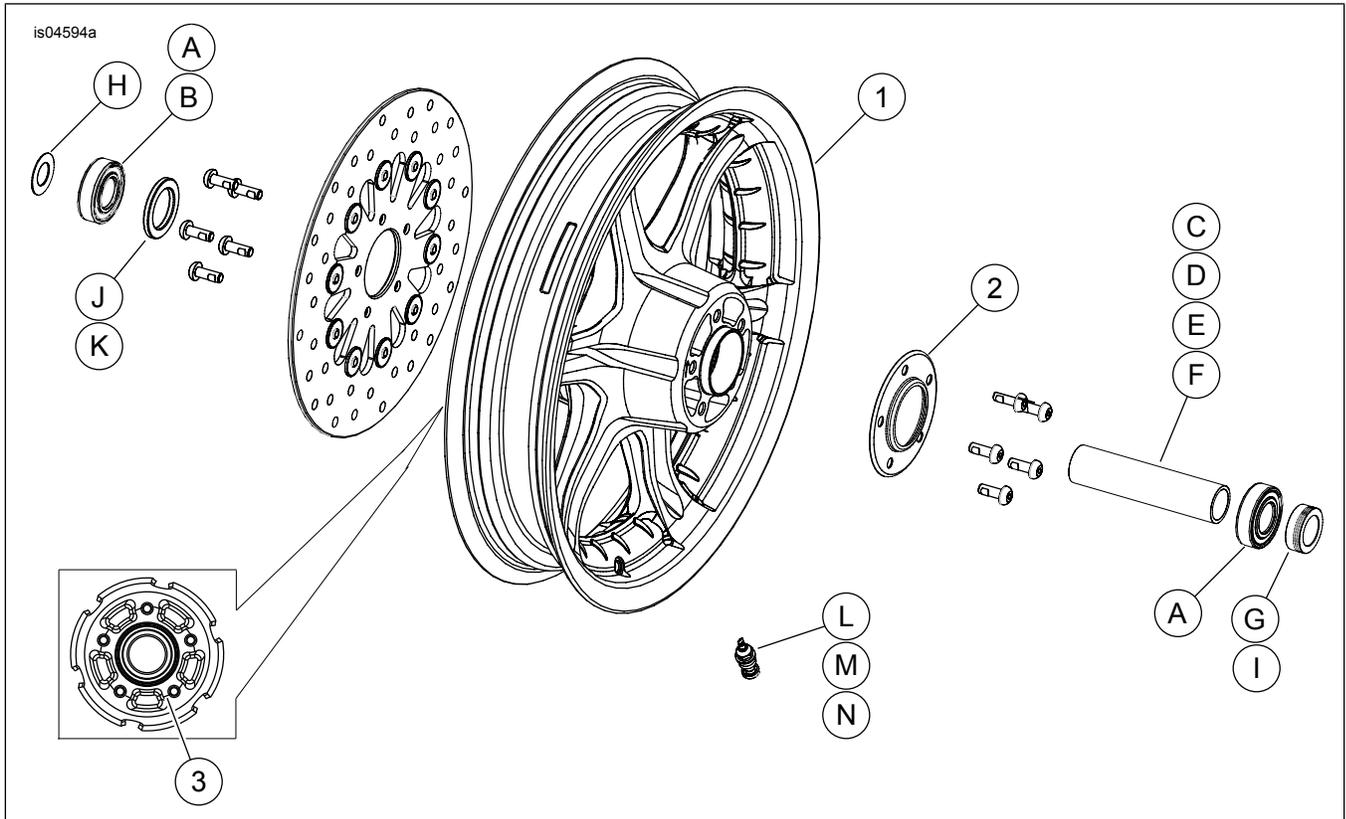

Abbildung 2. Ersatzteile: Geschlitztes Vorderrad, sechs Speichen (16-Zoll-Rad abgebildet)
Diese Sätze enthalten nur das Spezial-Rad und je nach Satz u. U. auch eine Radkappe. Siehe Abbildung 2. und Tabelle 3 für die Inhalte des Satzes.
- Siehe Abbildung 2. Die Ventilschaft-Baugruppe (L, M oder N) am Rad anbringen. Siehe REIFEN im Werkstatt­handbuch.